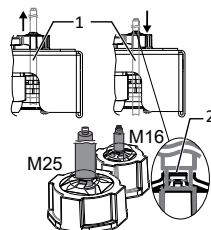

Abb. 14: Schirmauflage an EMV-Verschraubung
- Leitungen (1) auf Zug-/Druckfreiheit durch vollständiges Öffnen und Schließen der Türe prüfen.
- Position zur Schirmauflage am Klemmkäfig (2) der EMV-Verschraubungen kennzeichnen.
- Leitungen auf Schirmstelle zurückziehen bis Schirmung durch Klemmkäfig vollständig erfolgt und ein Verschieben des Anschlusskabels ausgeschlossen ist. [Siehe Abbildung 14] [► Seite 20]